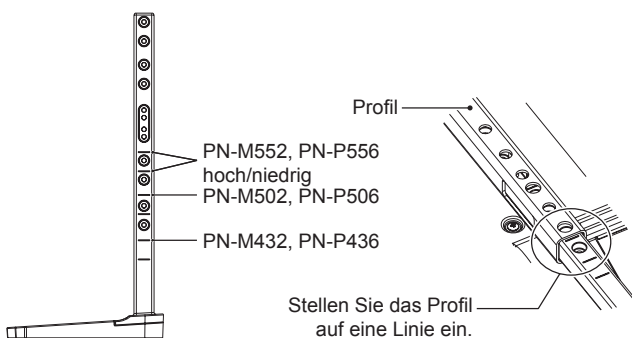

Abbildung 1
1. Die Linien auf der Tragsäule dienen zum Einstellen der Höhe (Abbildung 1). Stellen Sie das Profil auf die Linien ein.